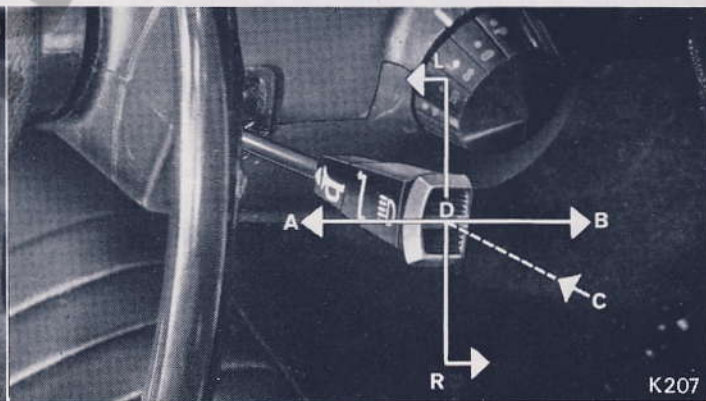

Fig. 6
**Interruttore Multiplo su piantone sterzo (16, Fig. 6.)**